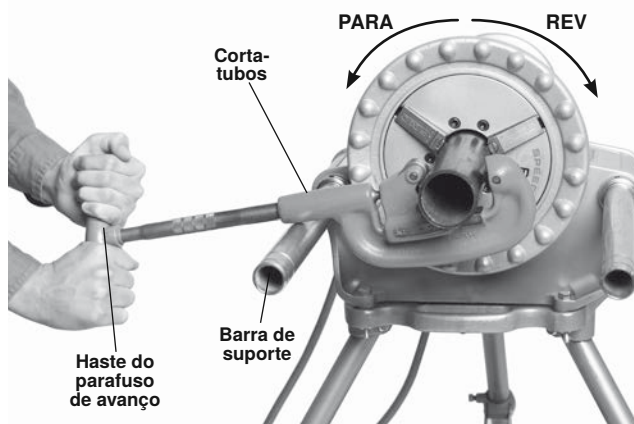

Figura 15 – Cortadora de tubos com rotação do cortadora manual/máquina (manter o cortadora em contacto com a barra de suporte).
- Coloque o interruptor para trás/desligado/para a frente na posição de para a frente. Pressione e liberte o interruptor de pedal. O mandril deve rodar para a esquerda quando visto do lado das barras de suporte da máquina (*ver figura 15*). Repita para a posição de para trás - o mandril deve rodar para a direita. Se a máquina não rodar na direção correta, ou o interruptor de pedal não controlar o funcionamento da máquina, não utilize a máquina até ser reparada.
Retire o carro 311 antes de utilizar o propulsor 300 Power Drive com ferramentas manuais para cortar, escarear ou roscar tubos. Certifique-se de que a barra de suporte do lado do interruptor se estende totalmente além da dianteira do propulsor (figura 15).
1. Abra a cortadora rodando o parafuso de avanço para a esquerda. Coloque a cortadora com o lado aberto para cima (como ilustrado na figura 15) e alinhe a roda de corte com a marca no tubo. Cortar secções de tubos roscadas ou danificadas pode danificar a roda de corte.